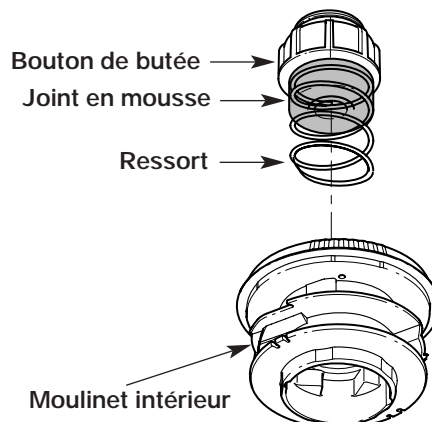

Fig. 18
1. Retirez le bouton de butée, le ressort et le joint en mousse en tournant le bouton de butée à gauche (Fig. 18).
- Maintenez le moulinet intérieur et installez le bouton de butée, le ressort, et le joint en mousse en poussant le bouton de butée vers le bas et en le tournant à droite. Saisissez les extrémités et tirez fermement pour dégager le fil des fentes de retenue du moulinet intérieur (Fig. 18).
- Tirez le bouton de butée, le ressort et le joint en mousse (Fig. 18).
- Placez le bouton de butée, le ressort et le joint en mousse dans la bobine extérieure (Fig. 18).